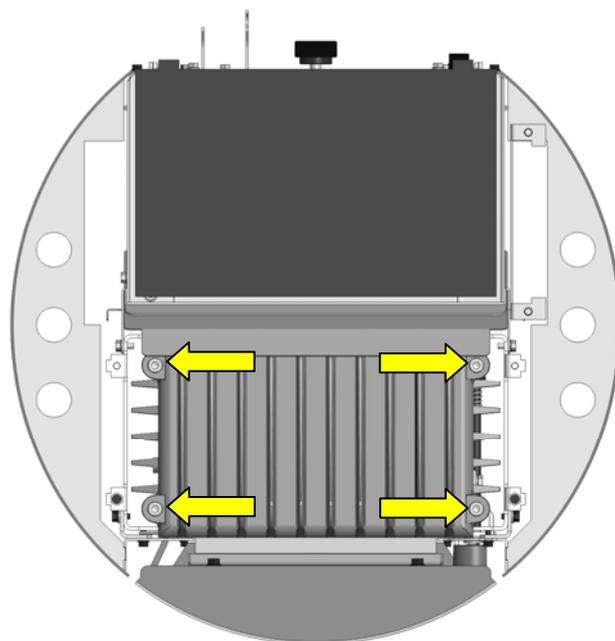

Fig. 93 : démontage du couvercle en fonte *crazy.nrg*
2. Dévisser les quatre vis de fixation du couvercle en fonte à l'aide de la poignée six pans fournie et retirer le couvercle vers le haut (Fig. 93).